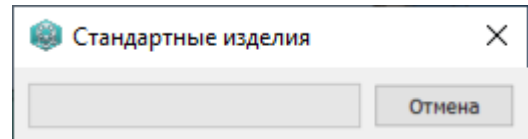

Рисунок 365 – Загрузка стандартных изделий
- В окне отобразится диаграмма загрузки стандартных изделий в состав спецификации при их наличии (Рисунок 365);